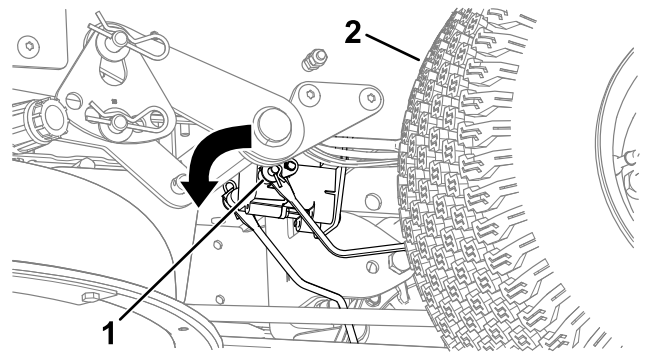

Figura 51
3. Localice el eje del freno eléctrico al que están conectados los brazos de enganche de los frenos (Figura 51).
4. Gire el eje para quitar el freno (Figura 51).